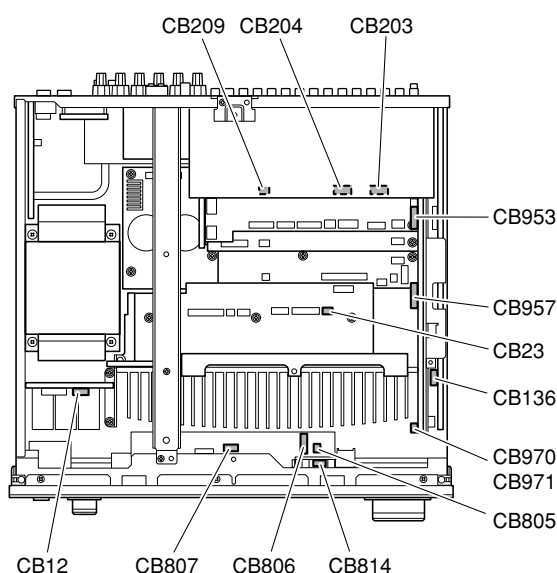

Fig. 3
- d. Remove CB12, CB805–807, CB814, CB970 and CB971. (Fig. 3)
- d. CB12、CB805～807、CB814、CB970、CB971を外します。(Fig. 3)
- Remove CB136, CB204, CB953 and CB957. (Fig. 3)
- Remove CB23, CB203 and CB209. (Fig. 3)
- CB136、CB204、CB953、CB957を外します。(Fig. 3)
- CB23、CB203を外します。(Fig. 3)